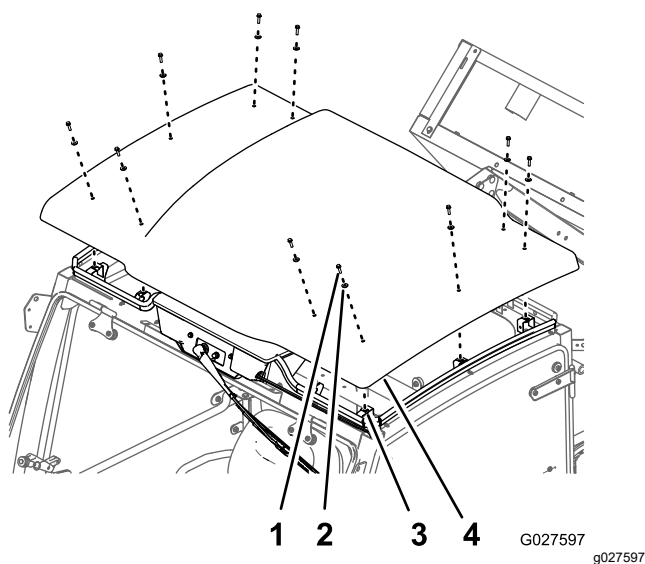

Figura 13
1. Rimuovete i 10 bulloni ( $\frac{1}{4} \times 1''$ ) e 10 rondelle di tenuta ( $\frac{1}{4}''$ ) che fissano il pannello del tetto alle staffe di supporto del tetto della cabina (Figura 13).